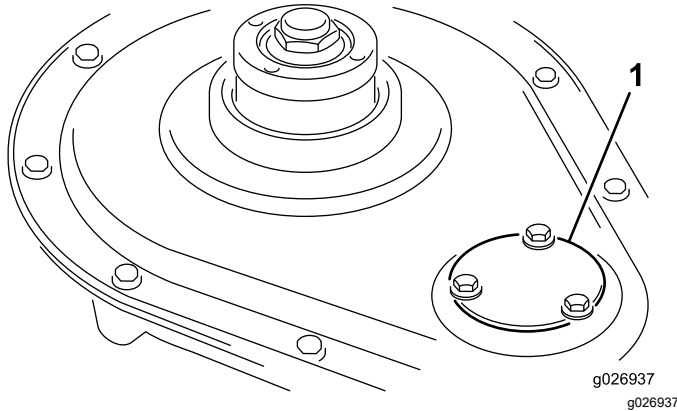

Figura 17
3. Retire a cobertura do pinhão do cilindro (Figura 17).